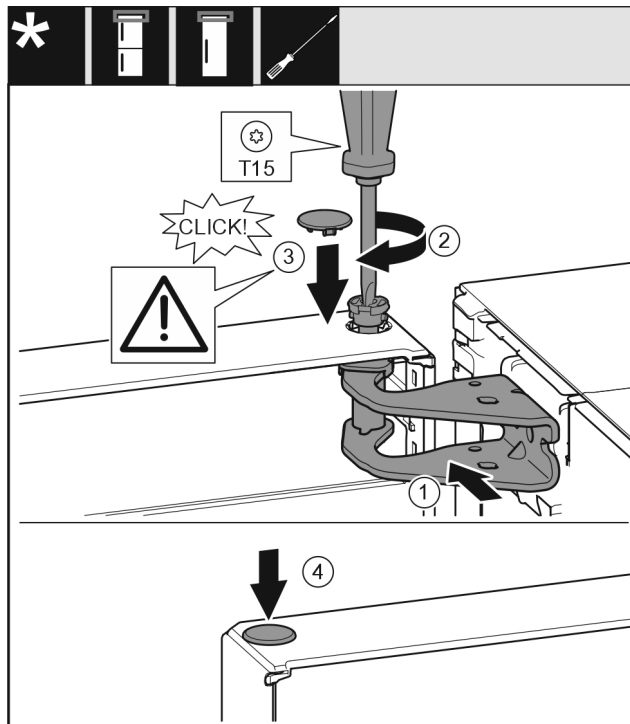

Fig. 21
- Ευθυγραμμίστε την πόρτα επάνω με το άνοιγμα στο στήριγμα. Fig. 21 (1)
- Τοποθετήστε τον πείρο Fig. 21 (2) και σφίξτε με κατσαβίδι.
- Τοποθετήστε το κάλυμμα ασφάλισης Fig. 21 (3) για την ασφάλιση της πόρτας: Τοποθετήστε το κάλυμμα ασφάλισης και ελέγξτε εάν εφαρμόζει στην πόρτα. Διαφορετικά, τοποθετήστε ολόκληρο τον πείρο.
- Τοποθετήστε την τάπα Fig. 21 (4).